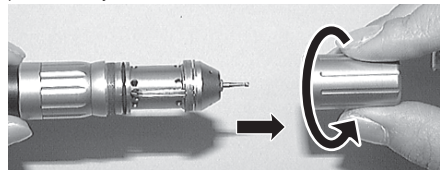

Fig. 15
- 1) Para extraer el soporte del cartucho aflójele tal y como se muestra en la Fig. 15.